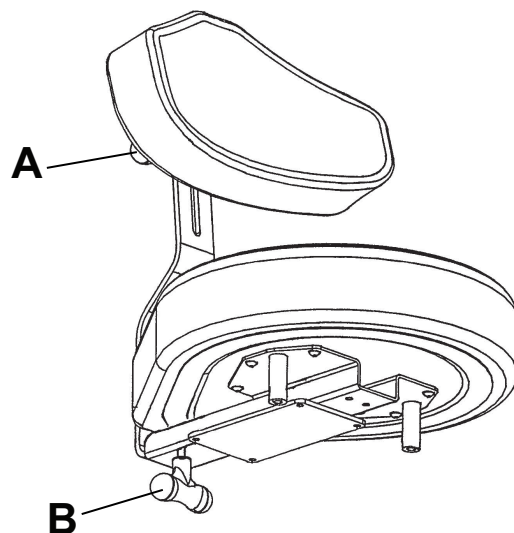

Figura 2 – Regolazione dello schienale
1. Ruotare la manopola (A) in senso antiorario (Figura 2).
3. Ruotare la manopola (A) in senso orario finché lo schienale è fissato saldamente.
1. Ruotare la manopola (B) in senso antiorario (Figura 2).
3. Ruotare la manopola (B) in senso orario finché lo schienale è fissato saldamente.